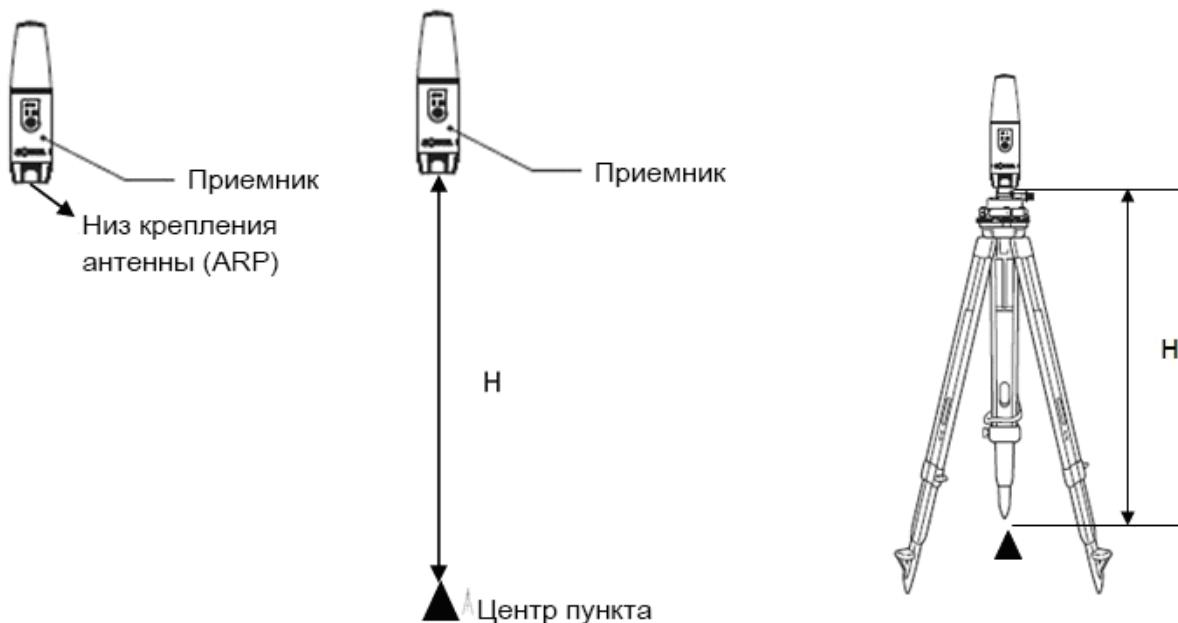

Рис. 24: Измерение точной высоты антенны
- измеренное расстояние (высоту) между нижней частью приёмника и центром наблюдаемого пункта (Рис. 24)
Для вычисления координат фазового центра антенны приёмника программному обеспечению компании Топсон требуется только значение измеренной высоты (H). Для определения точной высоты антенны рекомендуется использовать вертикальный метод измерения, указанный на Рис. 24.